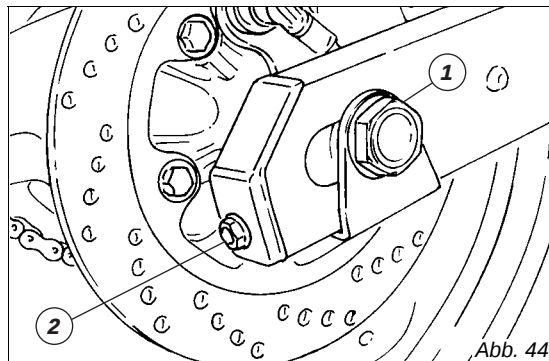

Abb. 44
Zum Einstellen der Spannung die Mutter (1, Abb. 44) der Radachse lockern, die Schraube (2) im Uhrzeigersinn drehend und im gleichen Ausmaß, an beiden Seiten der Schwinge anschrauben und so die Spannung erhöhen oder, für deren Minderung, lösen. In diesem Fall muss das Rad nach vorne geschoben werden.